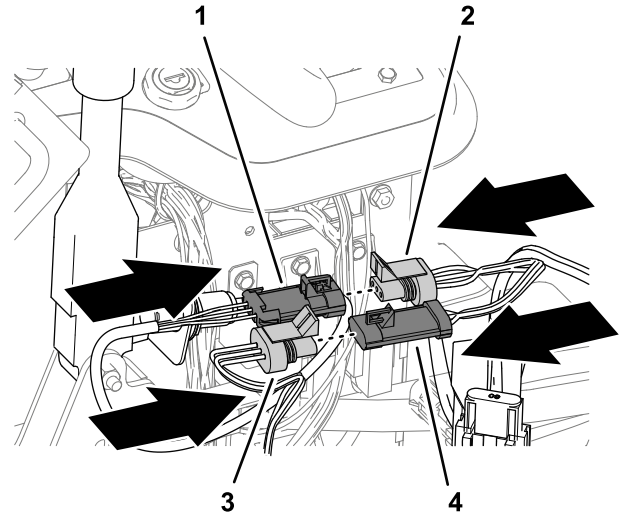

**Bild 14**
1. Trennen Sie die 3-polige Buchse des Stromkabelbaums von dem 3-poligen Stecker des Maschinenkabelbaums (Bild 14).